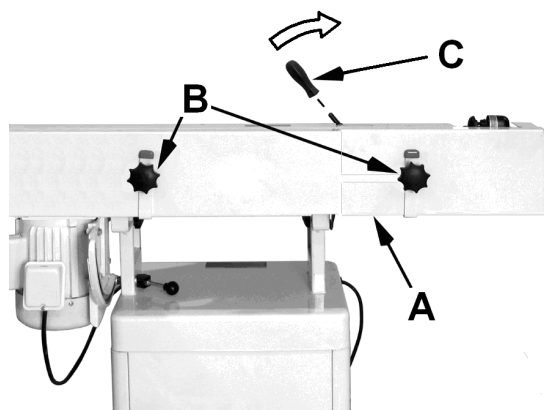

Fig 4
Entfernen Sie die Schleifband Schutzhauben (A, Fig 4) durch Lösen der Sterngriffe (B).